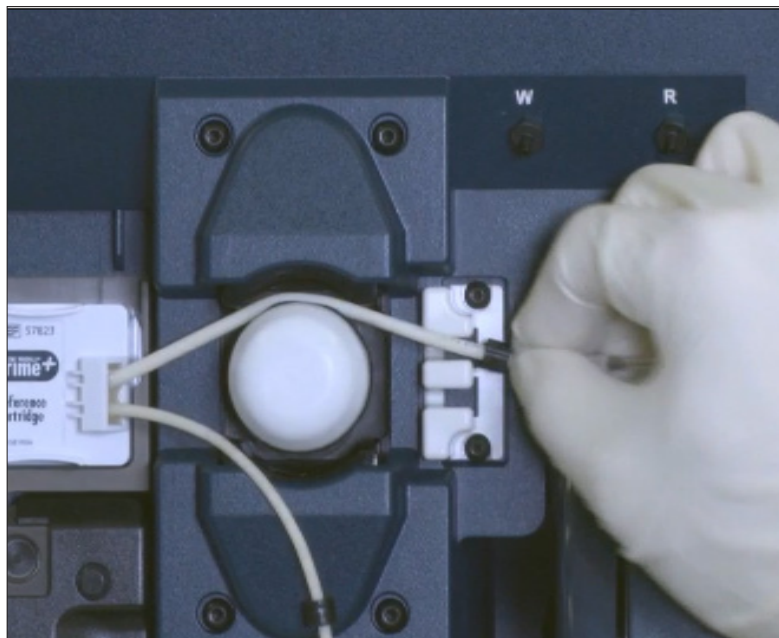

Figure 7.8 Tubulure de la Reference Cartridge retirée des pinces de la pompe
15. Retirez la tubulure des pinces de la pompe, en laissant la Reference Cartridge en place (Figure 7.8).